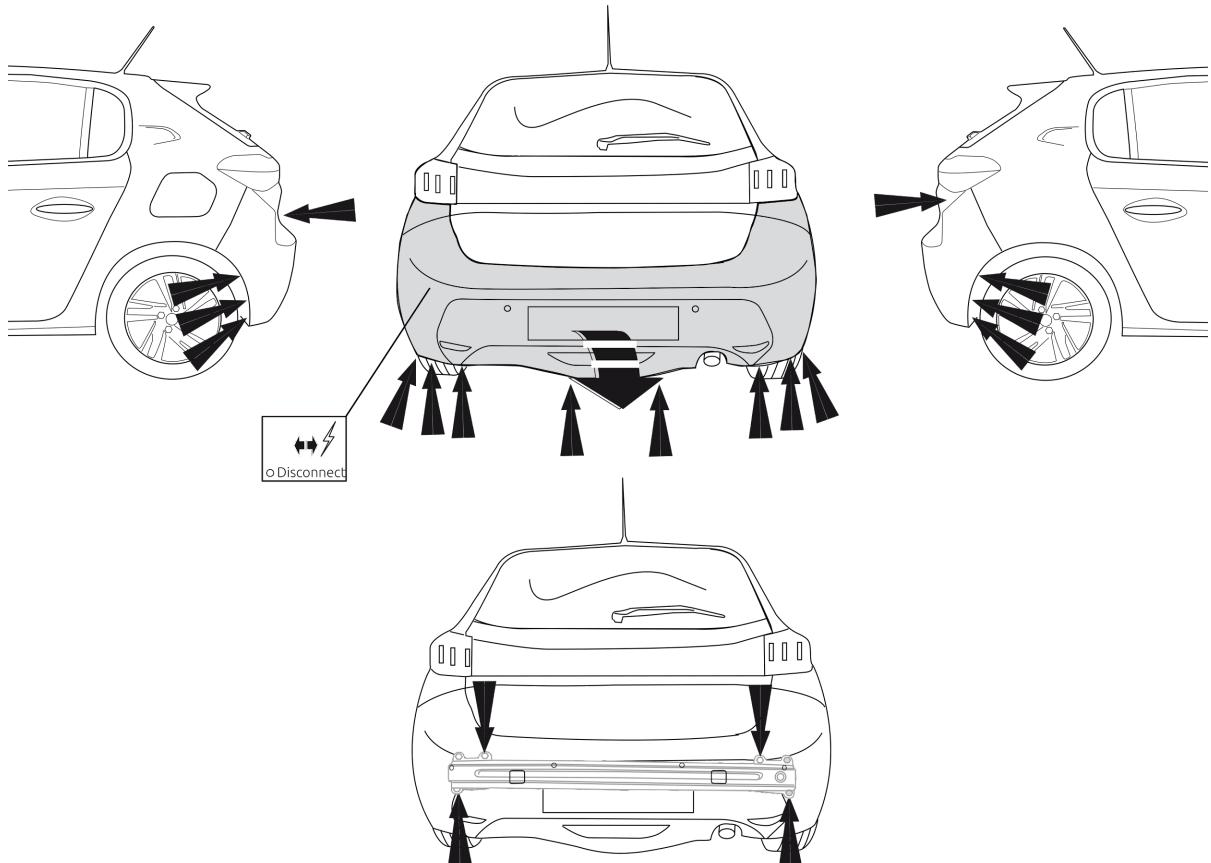

Fig. 1
- Снять бампер. См. рисунок 1.